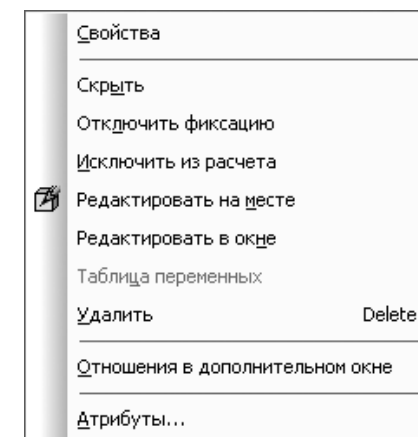

Рис. 6.34. Контекстное меню пункта **Деталь (Ролик)** в **Дереве модели**
- щелкните правой кнопкой мыши в **Дереве модели** по только что появившейся ветви под названием **Ролик**. Ветвь и модель детали выделяется зеленым цветом. Одновременно появится контекстное меню, показанное на рис. 6.34.